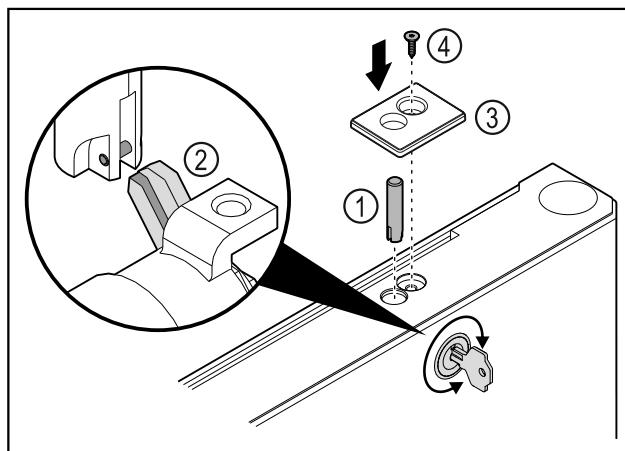

Fig. 47
- Вставити палець замка Fig. 47 (1).
- Трохи повернути замок, щоб палець замка Fig. 47 (2) зафіксувався в щілині замка.
- Вставте кришку Fig. 47 (3).
- Вставити гвинт Fig. 47 (4).